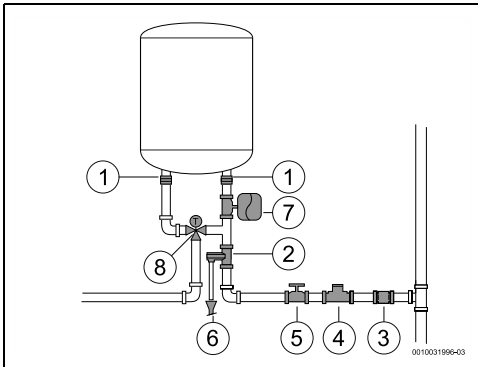

Fig. 10 Conexión de agua
- ▶ En caso de usar tubos PEX, instalar una regulación termostática (fig. 10, [8]) en la tubería de salida del aparato. Ajustarla para cumplir con el rendimiento del material usado.
- instalar una válvula de reducción de presión (Fig. 10, [4]). La válvula de seguridad se activará siempre que la presión del agua en el aparato sea superior a 8 bar ( $\pm 0,5$  bar), en este caso deberá existir la posibilidad de desviar el agua.
- instalar un vaso de expansión (Fig. 10, [7]) para evitar que la válvula de seguridad se abra con tanta frecuencia. El volumen del vaso de expansión debe ser equivalente al 5% del volumen del dispositivo.